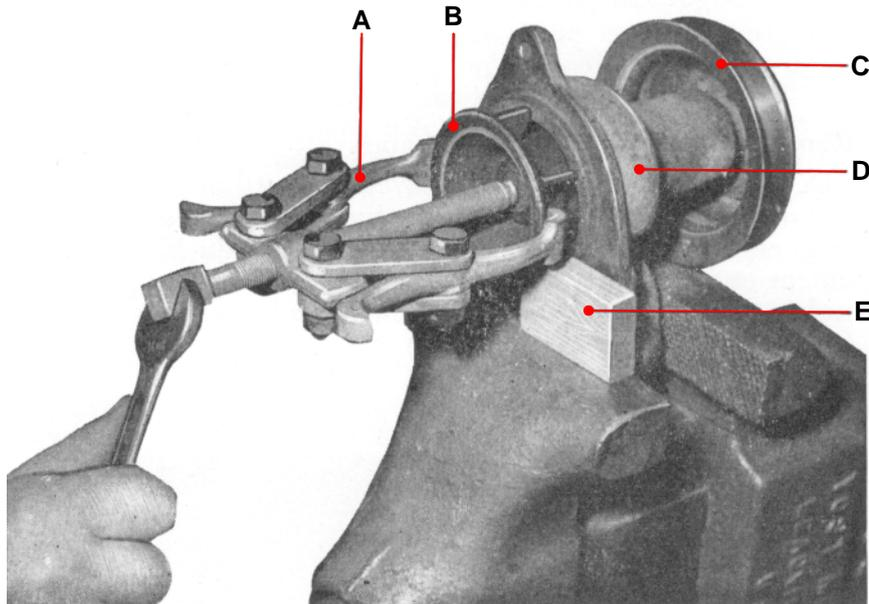
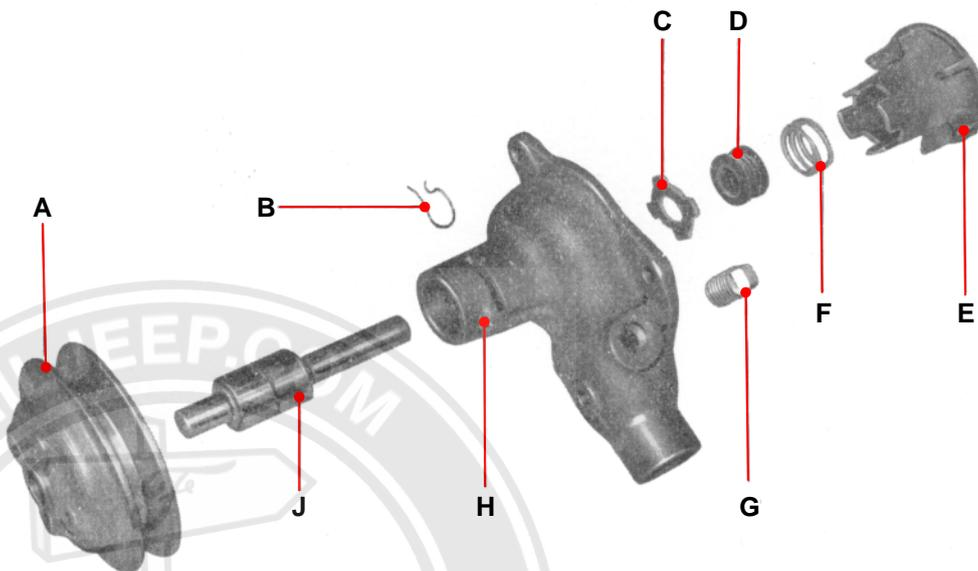

FIGURE 16. – Dépose de la turbine de pompe à eau au moyen de l'extracteur (41 -P- 2912)
FIGURE 17. – Pompe à eau démontée.
Retirer le jonc du roulement de la pompe à eau (fig. 17). Enlever la turbine de la pompe au moyen d'un extracteur (41 -P- 2912) comme sur la figure 16, ou la dégager à l'aide d'une presse à mandrin. Enlever le joint d'étanchéité et la rondelle d'étanchéité. Dégager à la presse l'ensemble axe et roulement et poulie de pompe à eau. Séparer à la presse la poulie de l'ensemble axe et roulement.
- 1) Corps de la pompe à eau (fig. 17).
- 2) Turbine de pompe à eau (fig. 17).
- 3) Poulie de pompe à eau (fig. 17).
- 4) Ensemble arbre et roulement de pompe à eau (fig. 17).